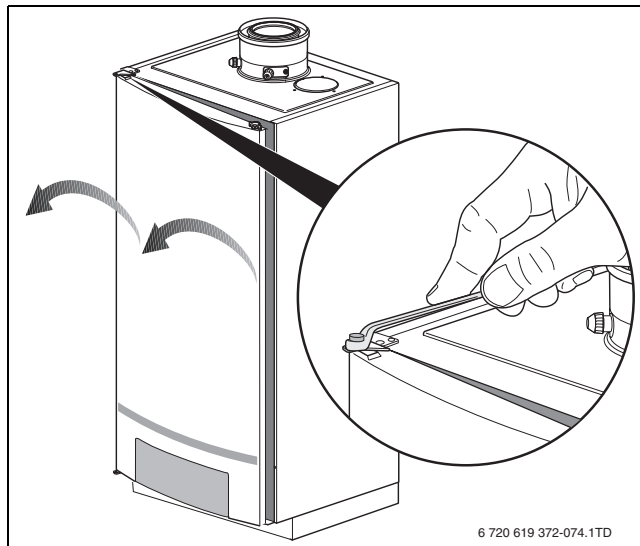

Fig. 83 Rimuovere il portello della caldaia
- Allentare la vite ubicata nella cerniera sinistra del portello della caldaia e rimuovere la vite con la rondella (→ fig. 83).